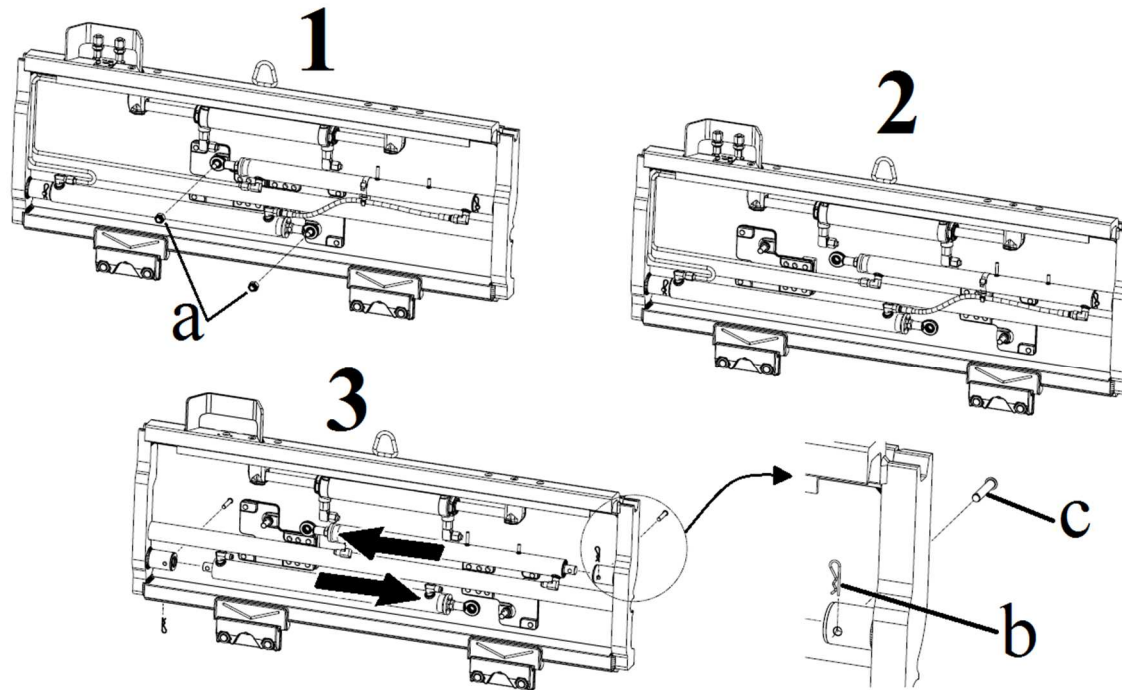

Abb. 045
7.5.4. Die Befestigungsmuttern "a" der Kugelgelenke der Zylinderstangen Abb. 045 entfernen. (Schlüssel ISO 3318 19 mm bei MZ25 und 35, 24 mm bei MZ49 zum Blockieren des Bolzens der Zinkenhalterungen und zum Lösen der Mutter). Die Kugelgelenke der Zylinderstangen von den Bolzen der Zinkenhalterungen abziehen.
7.5.6. Die Befestigungssplinte des Bodens der Zylinder "b", Abb. 045 entfernen und die Befestigungsbolzen "c" des Bodens der Zylinder herausziehen.